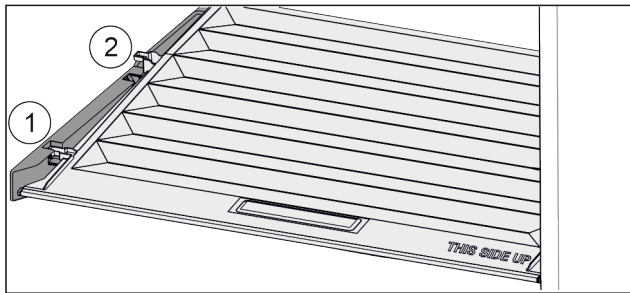

Fig. 108
- ▶ Deslice la tapa hacia delante hasta la abertura de las piezas de sujeción Fig. 108 (1).
- ▶ Levántela por detrás desde abajo y retírela tirando hacia arriba Fig. 108 (2).